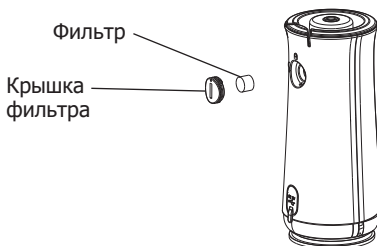

Рисунок 11.
- Удалите фильтр из крышки (Рисунок 11).